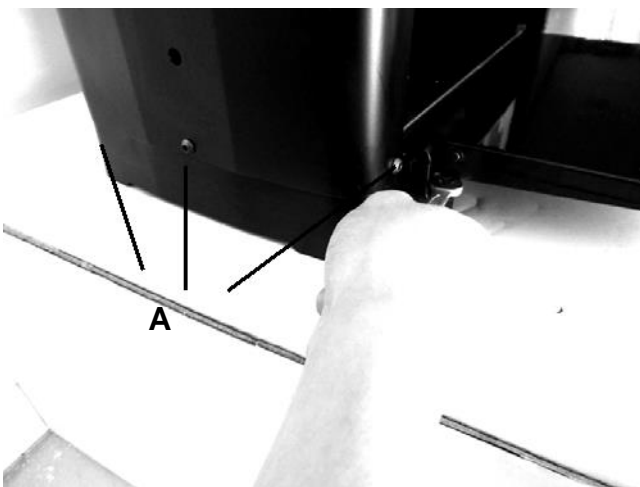

FIG 12
3. Sur le panneau latéral gauche, retirez les 3 vis à tête creuse (A) situées autour du bord inférieur, et retirez le panneau latéral pour accéder au couvercle de la boîte de vitesses. VOIR FIG 12.